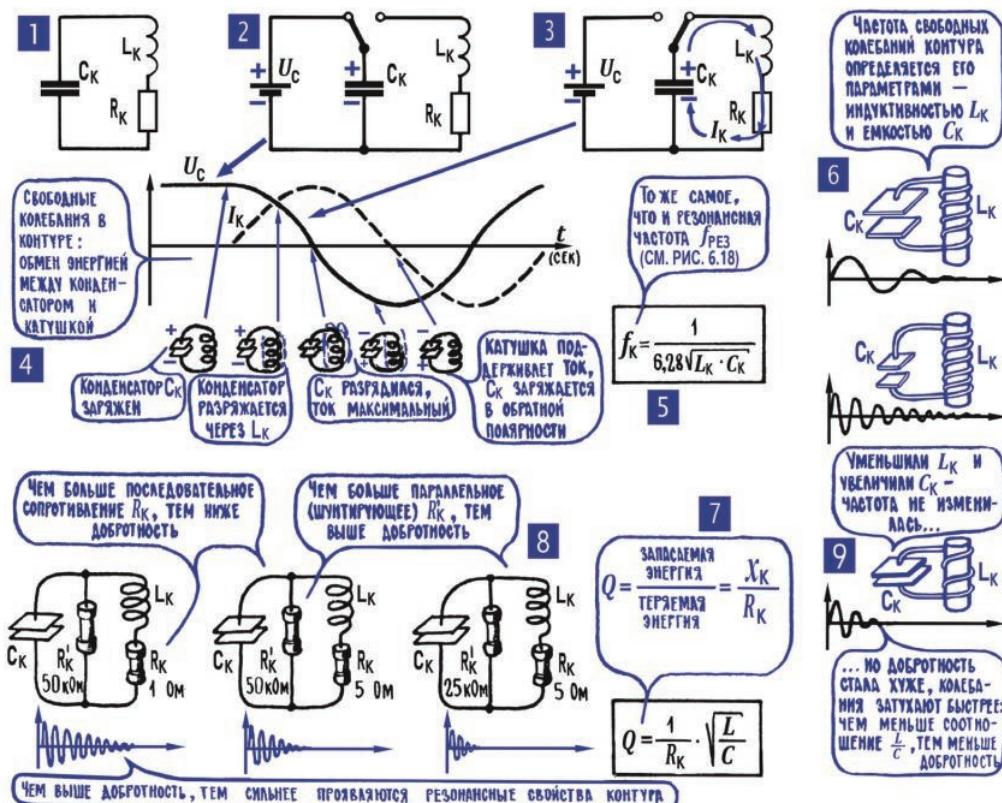
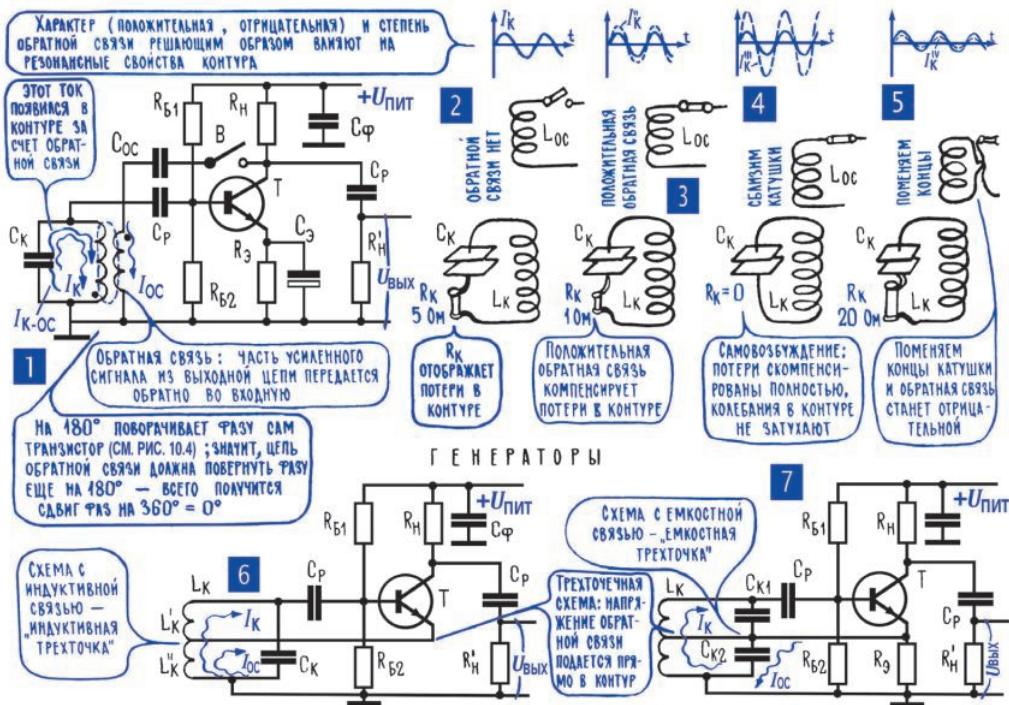

Рис. 11.1. Колебательный контур
Рис. 11.2. Генерация колебаний с помощью LC-конттура
Колебательный контур – это электрическая цепь, состоящая из конденсатора  $C_k$ , катушки  $L_k$  и резистора  $R_k$  (рис. 11.1; 1). Правда, резистора как такового в контуре не бывает, и  $R_k$  отображает собственное сопротивление контура, в которое входит сопротивление катушки, потери энергии в конденсаторе, другие виды потерь и затрат. До сих пор мы встречали контур в
роли резонансного фильтра в цепи переменных токов (гл. 6; 24). А теперь извлечем его оттуда и посмотрим, что произойдет, если отделить контур от всех других электрических цепей и передать ему порцию энергии, например зарядив конденсатор (рис. 11.1; 2, 3) до напряжения  $U_c$ .
А произойдет, скорее всего, вот что. Конденсатор сразу же начнет разряжаться через катушку  $L_k$  в контуре пойдет ток  $I_k$ , вокруг катушки появится магнитное поле. Когда разряд конденсатора закончится, ток в цепи не прекратится, его будет поддерживать ЭДС самоиндукции, которую создаст убывающее магнитное поле катушки. Для пустого разряда конденсатора это будет зарядный ток, он зарядит конденсатор, но уже, конечно, в обратной полярности. И когда катушка завершит свою деятельность, когда ее магнитное поле исчезнет и перестанет действовать ЭДС самоиндукции, ток в цепи все равно не прекратится, его будет создавать разряжающийся конденсатор. Но это уже ток обратного направления, поскольку противоположна и полярность напряжения на конденсаторе (рис. 11.1; 4).
Частота свободных электрических колебаний в контуре зависит от его параметров – индуктивности  $L_k$  и емкости  $C_k$ , так же как частота свободных механических колебаний струны зависит от ее массы и гибкости (гл. 7; 5). Чем больше емкость конденсатора  $C_k$  и индуктивность катушки  $L_k$ , тем медленнее они накапливают и отдают энергию, тем медленнее происходит обмен энергией между этими накопителями, тем ниже частота свободных электрических колебаний (рис. 11.1; 5, 6). Причем частота переменного напряжения и переменного тока в контуре автоматически устанавливается именно такой, чтобы конденсатор и катушка получали одинаковые порции энергии. То есть частота получается такой, что емкостное сопротивление  $x_C$  и индуктивное  $x_L$  на этой частоте одинаковы. Из условия равенства сопротивлений  $x_C = x_L$  легко найти точное значение частоты свободных колебаний – она получается такой же, как резонансная частота контура  $f_{рез}$  (рис. 6.18; 1). Логичнее, пожалуй, сказать наоборот – резонансная частота  $f_{рез}$  равна частоте свободных колебаний  $f_k$ .
То же самое мы уже наблюдали в колеблющейся струне, для нее была введена характеристика «добротность»  $Q$ , которая как раз и показывает, от чего зависит время жизни свободных колебаний (гл. 7; 6). Подобная характеристика – добротность  $Q$  – говорит и о том, насколько бережно относится к своим запасам энергии колебательный контур. Чем больше энергии при каждом перекачивании уходит в запас, в магнитное поле или электрическое поле и чем меньше энергии при каждом перекачивании превращается в тепло, тем больше добротность  $Q$ , тем дольше длятся свободные колебания в контуре (рис. 11.1; 7, 8).
лей, конденсатор или катушка. То, что достается резистору  $R_k$ , пропадает безвозвратно; то, что попадает реактивному сопротивлению  $L_k$  или  $C_k$ , остается в контуре. Поэтому и оказывается, что добротность контура – не что иное, как отношение реактивного сопротивления к активному –  $x_L$  к  $R_k$  (рис. 11.1; 7), или, что то же самое,  $x_C$  к  $R_k$  (поскольку  $x_L = x_C$  на частоте  $f_k$ ).
Сделав простейшие преобразования, можно получить выражение для добротности и увидеть, что она зависит от соотношения  $L_k$  и  $C_k$  (рис. 11.1; 9). Но даже без преобразований легко прийти к выводу, что добротность  $Q$  тем больше, чем больше  $L_k$ , и тем меньше, чем больше  $C_k$ . Потому что с увеличением  $L_k$  возрастает реактивное сопротивление  $x_L$ , которое отбирает энергию у ненасыщенного  $R_k$ , отбирает с тем, чтобы вскоре вернуть в контур. А с увеличением  $C$  емкостное сопротивление  $x_C$  уменьшается, конденсатор забирает себе меньше энергии. Более того, приходится еще и  $L_k$  уменьшать, чтобы при увеличении  $C_k$  сохранить неизменной.
**Таблица 11.1.** Некоторые значения резонансной частоты LC-контура в зависимости от значений  $L$  и  $C$  (см. рис. 11.1; 5)
Зависимость добротности  $Q$  от  $L_k$  и  $C_k$  накладывает серьезные ограничения на выбор параметров контура. Конечно же, частота свободных колебаний  $f_k$  в равной мере зависит и от  $L_k$  и  $C_k$ : одну и ту же частоту можно получить при самых разных соотношениях индуктивности и емкости, подобно тому как одну и ту же площадь прямоугольника можно получить при разных соотношениях его сторон. Если в несколько раз увеличить  $L_k$  и во столько же раз уменьшить  $C_k$ , то частота  $f_k$  не изменится. Можно как угодно менять эти параметры, лишь бы только сохранилось неизменным произведение  $L_k \cdot C_k$ , которое и определяет частоту  $f_k$ . Но если нужно не просто получить ту или иную частоту электрических колебаний, а получить ее при высокой добротности контура, то соотношение  $L_k$  и  $C_k$  уже далеко не безразлично – нужно стараться, чтобы индуктивность контура была побольше, а емкость поменьше (рис. 11.1; 9).
Маятник часов и качели подсказывают тактику получения незатухающих электрических колебаний в контуре: полностью ликвидировать потери и затраты энергии нельзя, но их можно скомпенсировать, если извне вводить в контур энергию, которая перекроет все виды потерь и затрат. Для этого достаточно сделать усилитель с положительной обратной связью, например такой, как на рис. 11.2; 1. В этой схеме контур  $L_k C_k$  включен в цепь базы и затухающее переменное напряжение на контуре есть не что иное, как усиливаемый сигнал. А в коллекторную цепь включена нагрузка  $R_h$  и еще один, новый элемент – катушка обратной связи  $L_{oc}$ . Она связана с контурной катушкой  $L$  общим магнитным полем, и через этот трансформатор часть «мощной копии» из коллекторной цепи, то есть с выхода усилителя, подается на его вход, поступает в базовую цепь.
Для самовозбуждения прежде всего нужно, чтобы сигнал, поступающий на вход из коллекторной цепи, поддерживал колебания в контуре (рис. 11.2; 3, 4), а не мешал им (рис. 11.2; 5), что, в принципе, тоже возможно.
Иными словами, нужно, чтобы собственный переменный ток в контуре  $I_k$  и ток  $I_{oc}$ , наведенный катушкой обратной связи, действовали бы в фазе. В схеме рис. 11.2; 1 выполнить это условие – условие фаз – очень просто, нужно лишь правильно включить катушку  $L_{oc}$ . При налаживании генератора, добиваясь самовозбуждения, просто переворачивают одну из катушек «вверх ногами». А если это неудобно, то меняют местами концы катушки  $L_k$  или концы катушки  $L_{oc}$ . При переворачивании катушки или смене ее концов фаза тока  $I_{oc}$ , наведенного в  $L_k$ , поворачивается на  $180^\circ$ , и если токи  $I_k$  и  $I_{oc}$  ранее действовали в противофазе, они начинают работать согласованно. А это как раз и значит, что сигнал, попавший в контур по каналу связи, восполняет энергию, которую съедает  $R_k$  и как бы уменьшает его.
Но для самовозбуждения нужно не просто уменьшить  $R_k$ , а уменьшить его до нуля, полностью скомпенсировать потери в контуре. А значит, нужно выполнить еще одно условие – условие связи, передать в контур энергию не только в нужной фазе, но еще и в нужном количестве. В генераторе на схеме рис. 11.2; 1 выполнить условие связи тоже несложно – нужно сближать катушки  $L_{oc}$  и  $L_k$  или, в крайнем случае, увеличить число витков катушки обратной связи.
**8. В трехточечных схемах генераторов напряжение обратной связи снимается с части контура.** Схема генератора рис. 11.2; 1 называется схемой с трансформаторной обратной связью. Есть два совершенно равноправных варианта такой схемы. В одном случае контур включается в базовую цепь (в реальных схемах транзистор обязательно подключается лишь к части контура, иначе низкое входное сопротивление транзистора сильно зашунтирует контур; рис. 11.1; 8), а катушка обратной связи – в коллекторную. А во втором варианте, наоборот, в коллекторной цепи находится контур, выполняющий здесь роль нагрузки, а катушка обратной связи включена во входную цепь. События в обеих схемах, как и вообще во всех генераторах, разворачиваются одинаково. Первый же толчок тока, например при включении питания или из-за того, что на базу попал лишний электрон, – и в контуре начинаются свободные колебания, которые благодаря обратной связи оказываются незатухающими. Схемы с трансформаторной обратной связью очень популярны и весьма удобны. Единственное, что, пожалуй, можно поставить им в упрек, так это дополнительную катушку  $L_{oc}$ .
В некоторых генераторах отдельная катушка обратной связи не нужна, в них сигнал обратной связи снимается с части колебательного контура. Это так называемые трехточечные схемы, в них транзистор подключен к контуру тремя точками – эмиттером, базой и коллектором (в ламповых генераторах – катодом, сеткой и анодом). В зависимости от того, откуда берут напряжение обратной связи – с катушки или конденсатора, – различают трехточечные схемы с индуктивной (рис. 11.2; 6) или с емкостной обратной
связью (рис. 11.2; 7). В обеих этих схемах условие фаз выполняется в том случае, если эмиттер подключен к средней части контура, а коллектор и база – к его краям. А выполнение условия связи связано с тем, какая часть контурной емкости или индуктивности подключена к участку база–эмиттер.
время как в других схемах нужно одновременно производить два переключения (например, переключать верхний конец катушки и отвод обратной связи в схеме рис. 11.2; 6).
**9. RC-генератор: необходимый поворот фазы постепенно осуществляют цепочки из конденсаторов и резисторов.** Обратную связь в генераторах назвали положительной потому, что она поддерживает изменения сигнала на входе, помогает ему. Но, в принципе, возможна еще и отрицательная обратная связь, когда сигнал, поступивший с выхода усилителя на его вход, действует против основного, главного входного сигнала, мешает ему (рис. 11.2; 5). Отрицательная обратная связь вскоре станет для нас предметом серьезных раздумий и тонких экспериментов (гл. 12; 15, 16), а пока отметим лишь одно: если с коллектора подать сигнал прямо на базу, то обратная связь получится именно отрицательной. Потому что когда «минус» на базе увеличивается, на коллекторе «минус» уменьшается, то есть коллекторное напряжение, попав на базу, будет действовать против собственного напряжения на базе1. Или, короче, напряжение на базе и напряжение на коллекторе противофазны. А отсюда еще одна формулировка условия фаз: для получения положительной обратной связи при передаче сигнала из коллекторной цепи в базовую нужно повернуть фазу этого сигнала на  $180^\circ$ . Коллекторное напряжение само по себе сдвигается на  $180^\circ$  относительно базового, и дополнительный поворот на  $180^\circ$  доведет общий сдвиг фаз до  $360^\circ$ , то есть на целый период. А это значит, что никакого сдвига фаз не будет: «свое» напряжение на базе и та помощь, которая придет на базу по цепи обратной связи, будут действовать согласованно.